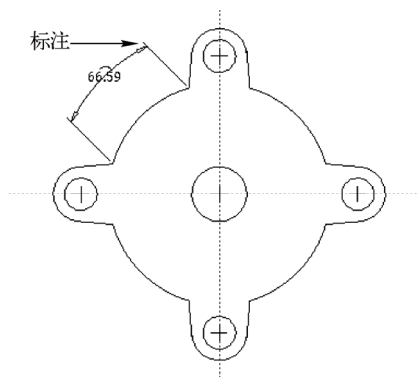

图 4-22 标注弧长尺寸
STEP 02 在功能区选项板的“草绘”选项卡中, 单击“尺寸”面板中的“法向”按钮, 在圆弧的两个端点上依次单击鼠标左键, 再在圆弧上单击鼠标左键, 移动鼠标指针至合适位置, 单击鼠标中键, 标注弧长尺寸, 如图 4-22 所示。